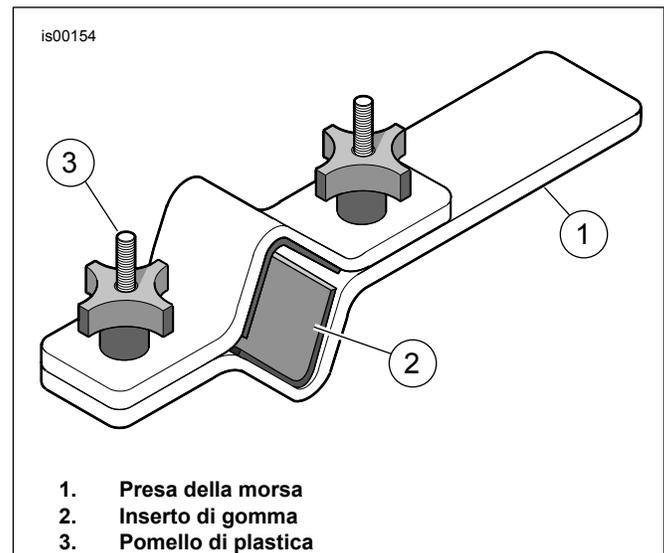

Figura 1. Staffa di sostegno della canna della forcella (HD-41177)
3. Vedere Figura 1. Inserire la forcella nella relativa staffa di sostegno della canna (HD-41177) procedendo come segue:
- a. Bloccare orizzontalmente in una morsa l'estremità dell'attrezzo (1).
- b. Con il bullone sul tappo della forcella in alto, bloccare la canna della forcella tra i tamponi di gomma (2) sul lato interno dell'attrezzo. Serrare i pomelli (3) finché la canna della forcella non sia fissata saldamente.